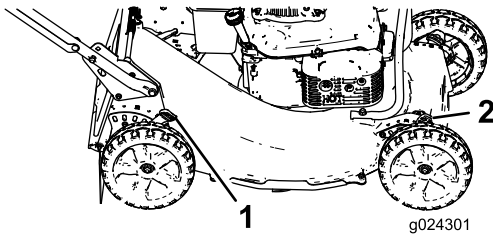

Bild 12
1. Ziehen Sie den Schnitthöhenhebel zum Rad (Bild 12) und schieben Sie ihn in die gewünschte Stellung.